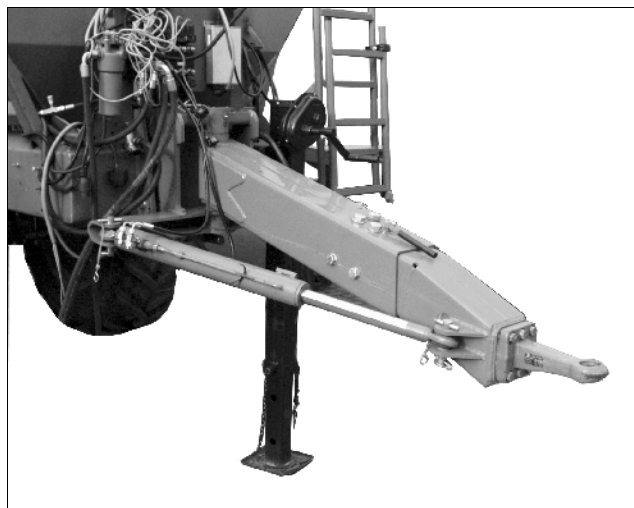

Рис. 8
- дышлом для ведения по одной колее с трактором Trail-Tron (Рис. 8) (только **ZG-B 7001 drive**).